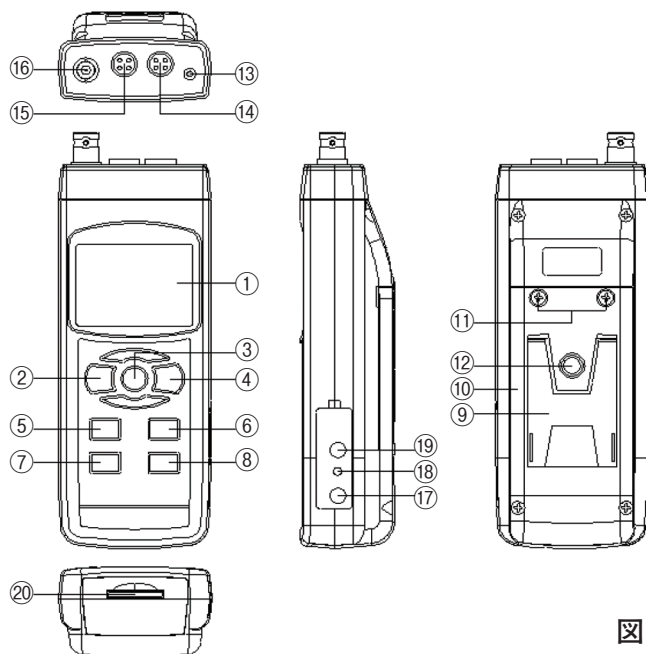

図1
(1) POWER(電源)ボタン(②、図1)を押して本器の電源を入れます。
※POWER(電源)ボタン(②、図1)を2秒間以上長押しすると、本器の電源が切れます。
MODEボタン(⑤、図1)を一度押す毎に、以下の測定モードに切り替えができます。
データロガーの機能を実行していないときにSETボタン(⑧、図1)を2秒以上長押しすると「初期設定」モードに入ります。そしてSETボタン(⑧、図1)を一回ずつ押すと下記の設定画面に切り替わります。
- (1) ▲ボタン(⑤、図1)または▼ボタン(⑥、図1)を押して、上段に表示されるテキストを「yES」または「no」に設定してください。
- (2) 上の値を「yES」に設定し、ENTERボタン(④、図1)をもう一度押すと、画面には「yES Ent」というテキストが表示されるので、本当にSDカードのフォーマットを実行する場合はもう一度ENTERボタン(④、図1)を押し確定してください。SDカードのフォーマットが行われ、SDカードに保存されている既存のデータが消去されます。上の値を「no」に設定し、ENTERボタン(④、図1)を押した場合SDカードはフォーマットされません。
- (1) ▲ボタン(⑤、図1)または▼ボタン⑥(図1)を押して、値を調整してください(年の値の設定から開始します)。希望する値を設定し、ENTERボタン(④、図1)を一度押すと、次の値の調整に移ります(例えば、最初に年の値を設定し、次に月の値を設定し、さらに日、時間、分、秒へと移行します)。
- (2) 日付/時刻設定(年、月、日、時間、分、秒)をすべて設定した後、SETボタン(⑧、図1)を一回押します。
- (1) ▲ボタン (⑤、図1) または ▼ボタン (⑥、図1) を使用して値を調整します (時刻の値から設定を開始します)。希望する値を設定した後、ENTER ボタン (④、図1) を一度押すと次の値の設定に移りません (最初に時間を設定したら、次に分、秒の順に設定します)。
- (2) サンプルング値 (時間、分、秒) をすべて設定した後、SET ボタン (⑧、図1) を一度押します。
- (1) ▲ボタン (⑤、図1) または ▼ボタン (⑥、図1) を使用して上段に表示されるテキストを「yES」または「no」に設定します。
- (2) ENTER ボタン (④、図1) で設定した後、最後に、SET ボタン (⑧、図1) を押します。